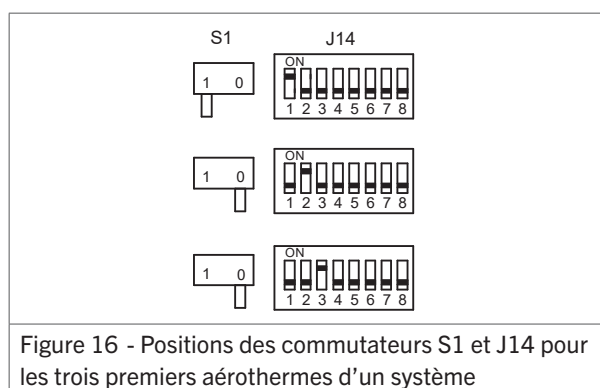

Figure 16 - Positions des commutateurs S1 et J14 pour les trois premiers aérothermes d'un système
1. Positionner comme suit les commutateurs S1 et J14 du module de commande (figure 16) :